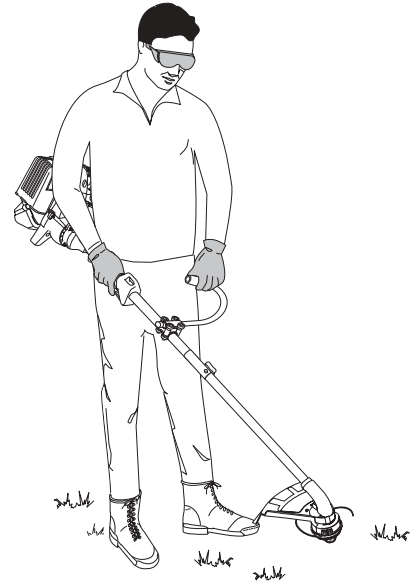

Fig. 3
3. Tenez l'appareil en position d'utilisation (Fig. 3), puis placez la poignée en J de manière à assurer une prise idéale.